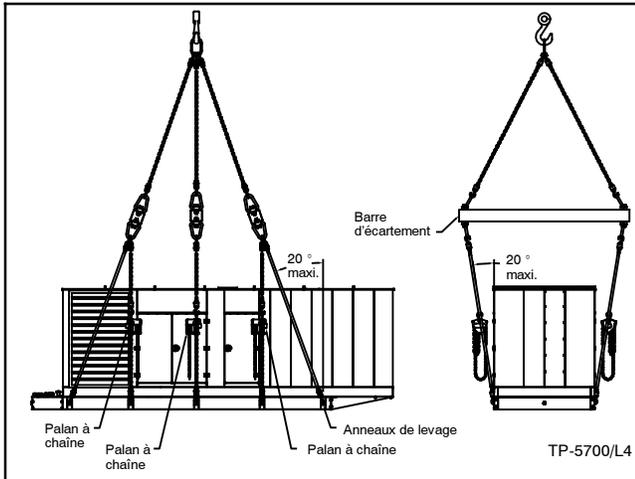

Figure 2-14 Méthode de levage à dix anneaux, trois barres d'écartement et six palans à chaîne
Utiliser trois barres d'écartement et six palans à chaîne (Figure 2-14) pour les embases à dix anneaux de levage.
- Poser une paire d'élingues extérieures sans dépasser l'angle maximal indiqué à la Figure 2-14.